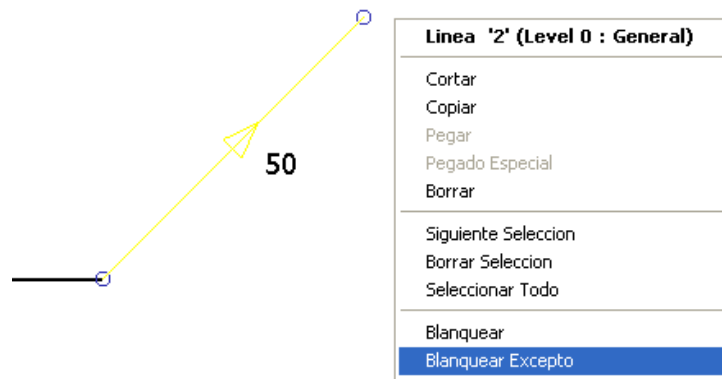

Figura 2.18 Seleccionar Blanquear Excepto del menú del elemento.
- Pulsar el botón izquierdo sobre otra de las líneas para seleccionarla y luego pulsar el botón derecho sobre la línea, se abre el menú del elemento, después seleccionar la opción Blanquear Excepto, Figura 2.18 (teclas rápidas Ctrl + K), los elementos no seleccionados ya no aparecerán.